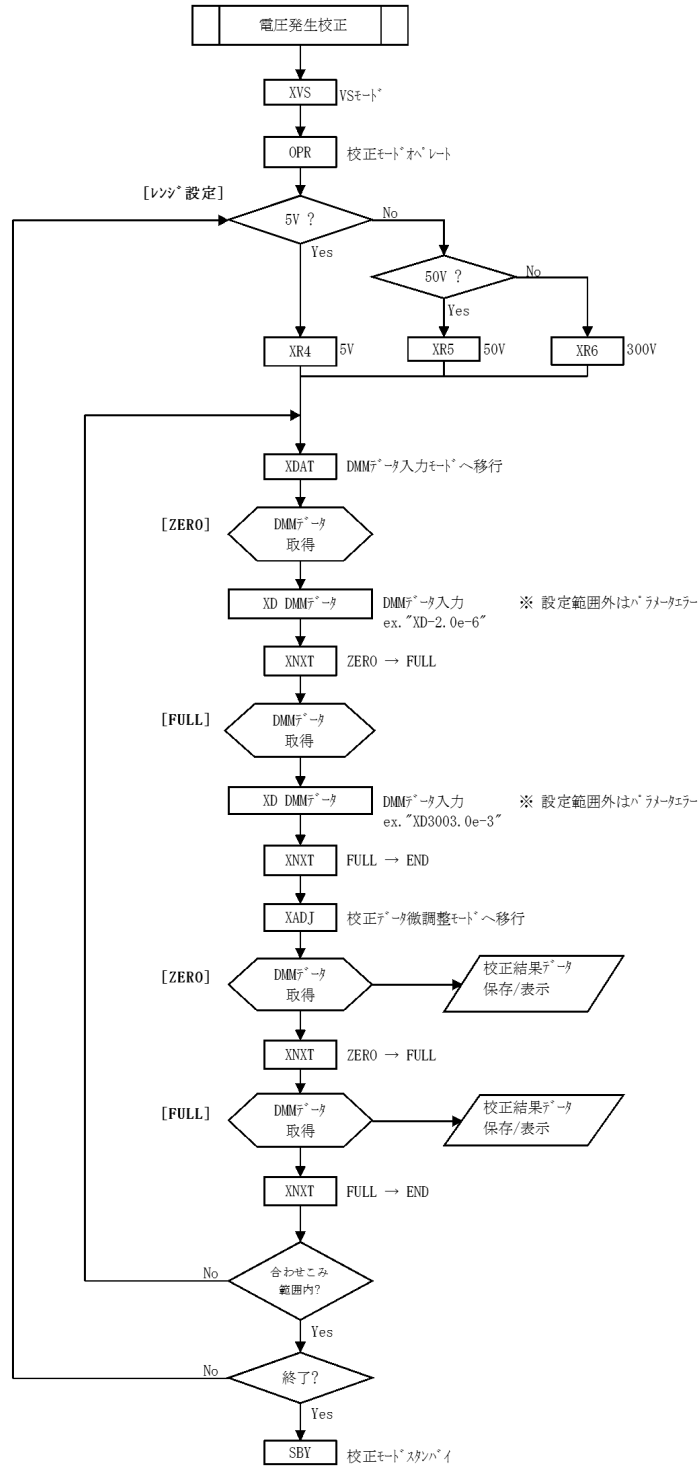
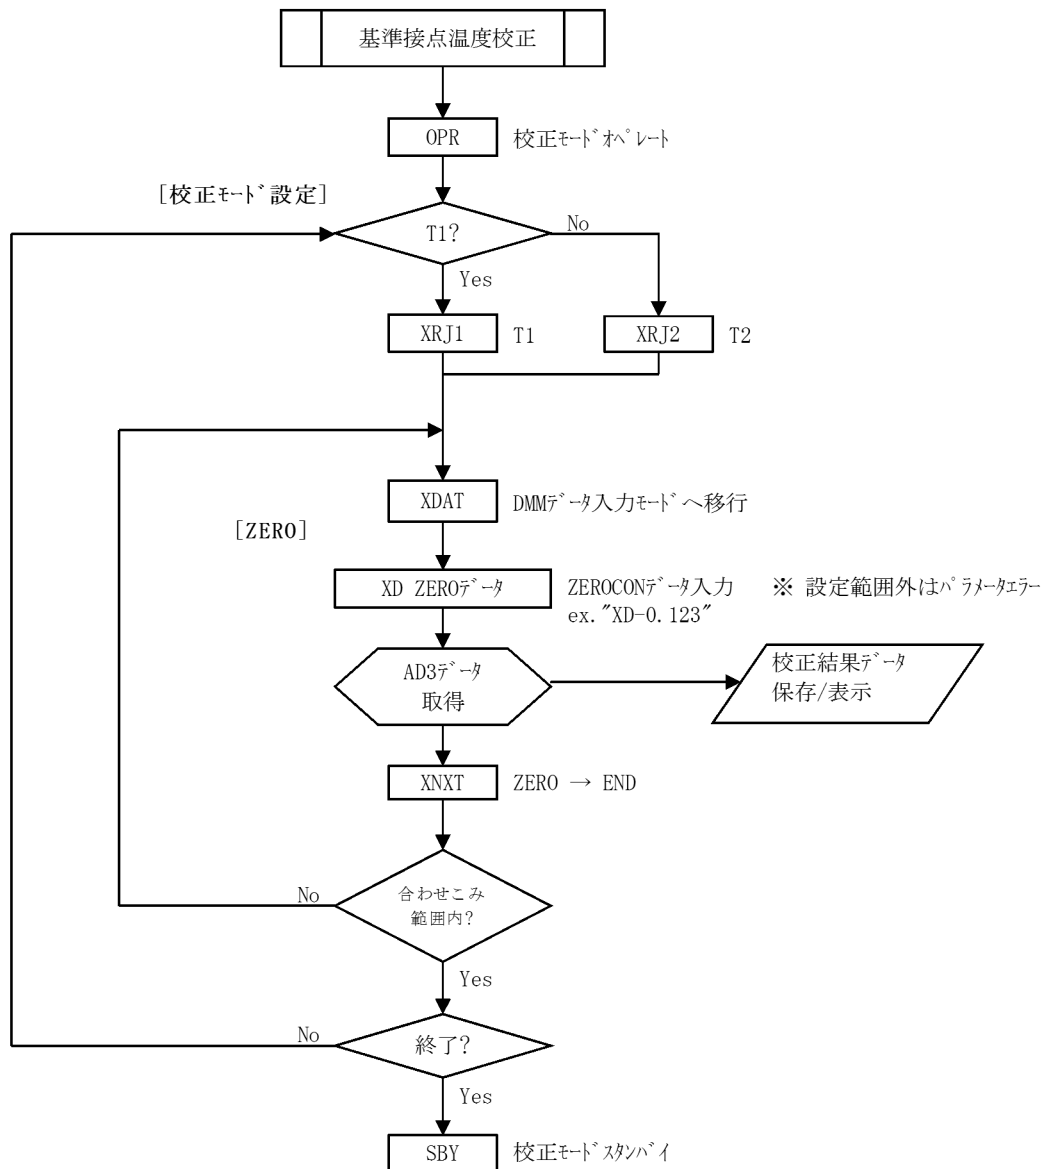

図 8-6 校正手順 (2)
図 8-11 校正手順 (7)
4. 図 8-6 校正手順 (2) ~ 図 8-11 校正手順 (7) により校正を行います。
電圧発生の校正手順を図 8-6 校正手順 (2) で説明します。